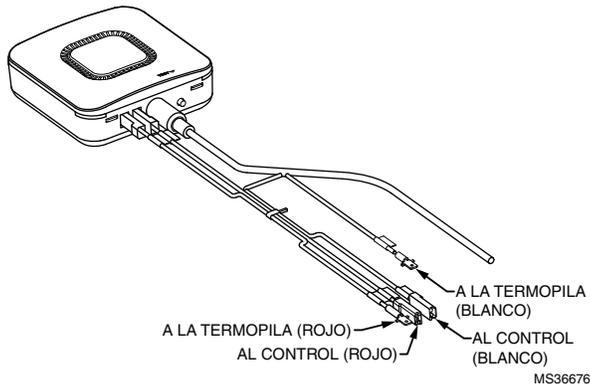

Fig. 3. Cables del detector de fugas.
- Conecte los cables del detector de fugas como se muestra en la Fig. 3.